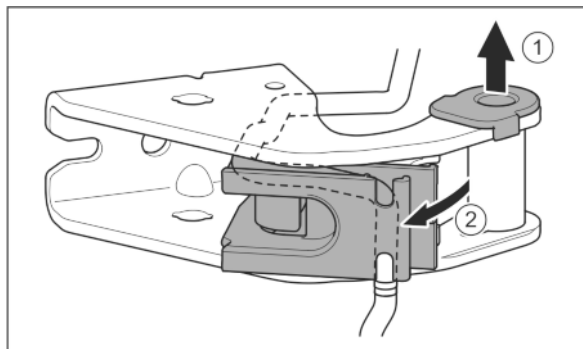

Fig. 28
- Izvelciet gultņa ieliktni no vadīklas. Fig. 28 (1)
- Atvirziet kabeļa stiprinājumu. Fig. 28 (2)